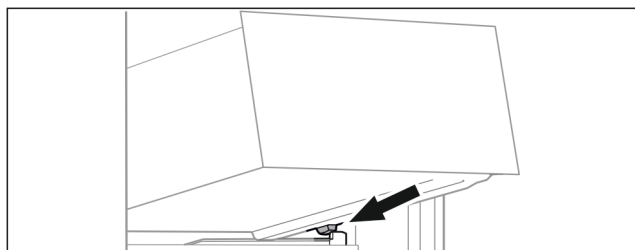

Fig. 59
- ▶ Założyć szufladę pod skosem za stoperami na żebro pojemnika. (patrz Fig. 59)